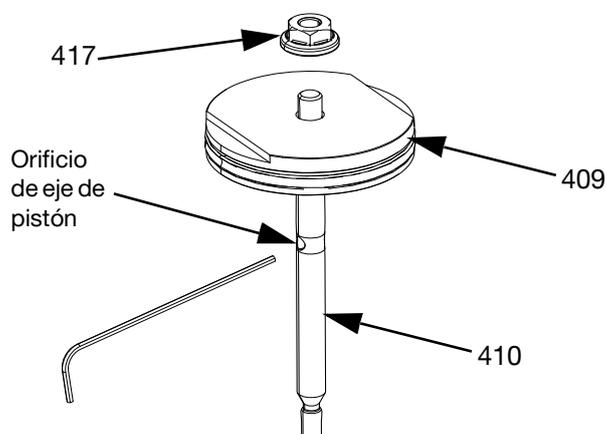

FIG. 19
6. Para válvulas con conjuntos de boquilla de bola-asiento (FIG. 19):
- a. Coloque una llave Allen en el orificio del eje de pistón (410) y desenrosque la tuerca (417) usando una llave plana o de tubo de 7 mm.